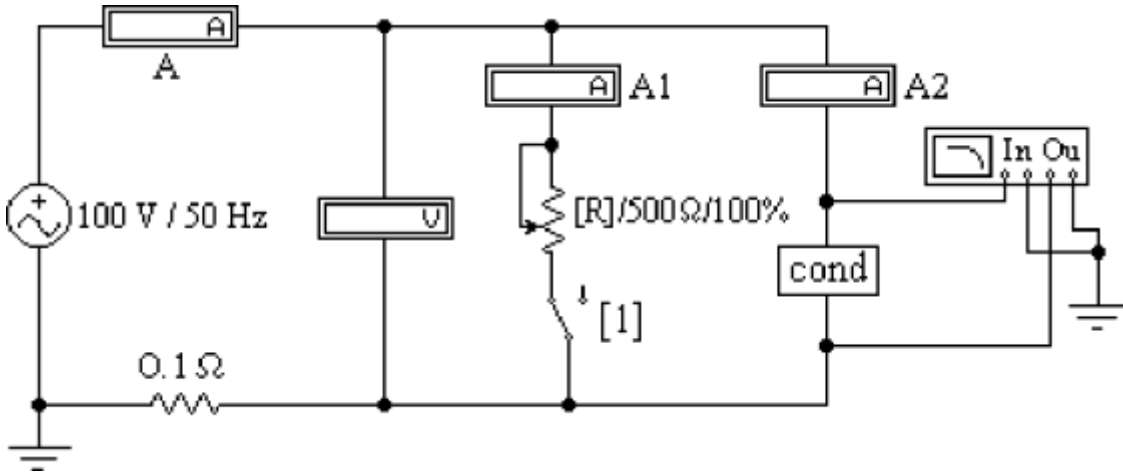

Рис. 2.3
Схема активно-емкостной цепи, исследуемой в работе, показана на рис. 2.3. Питание осуществляется от источника синусоидального напряжения с частотой 50 Гц и действующим значением напряжения 100 В.
**1.1.** Открыть файл **LW3a** и извлечь из поля компонентов **Favorites** блок **cond**, соответствующий номеру своего варианта. Собрать остальную часть схемы, показанной на рис. 2.3.